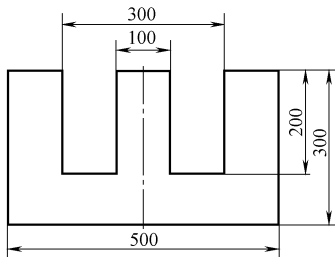

图 3-3
7. 在抗剪强度为 420MPa、厚度为 1.5mm 的钢板上冲制图 3-3 所示工件, 试计算需多大冲裁力。